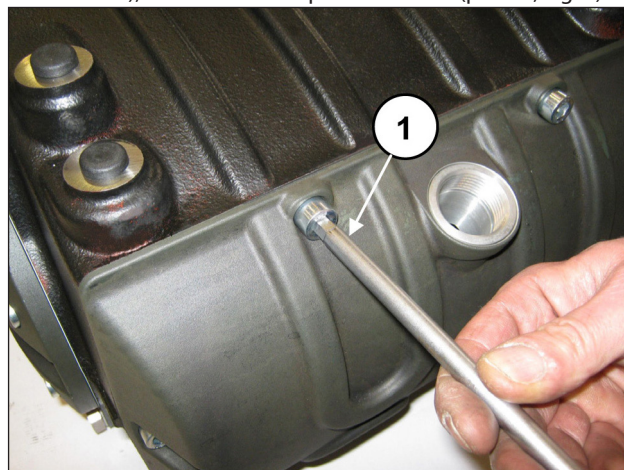

Fig. 2
Esvazie completamente a bomba do óleo, em seguida, organize a desmontagem da cobertura do carter (e relativo anel circular), soltando os seis parafusos M10 (pos. ①, Fig. 2).